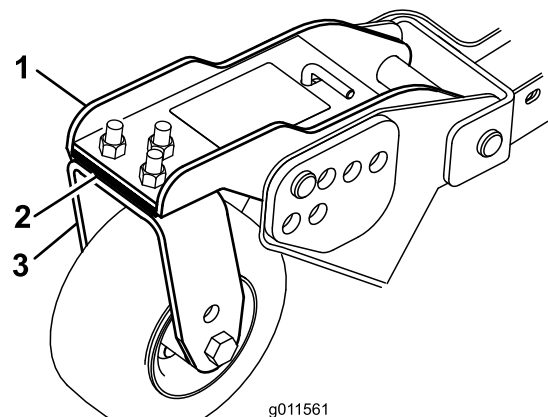

Figura 27
3. Ajuste los suplementos de 3 mm de las horquillas de las ruedas giratorias delanteras hasta que la altura de corte se corresponda con la marca de la pegatina (Figura 27).
5. Si el borde interior de la carcassa lateral está demasiado alto respecto al borde exterior de la carcassa delantera, retire un suplemento de 3 mm de la parte inferior del brazo interior delantero de la rueda giratoria en la carcassa lateral del cortacésped (Figura 27).